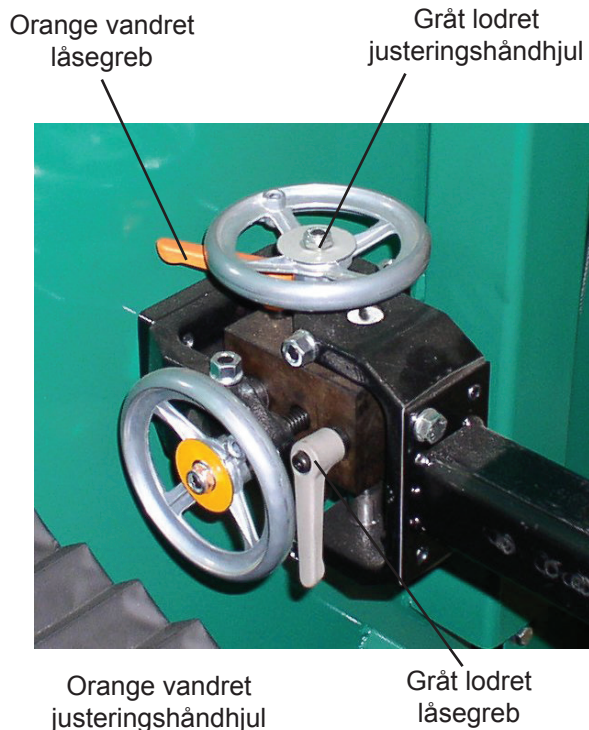
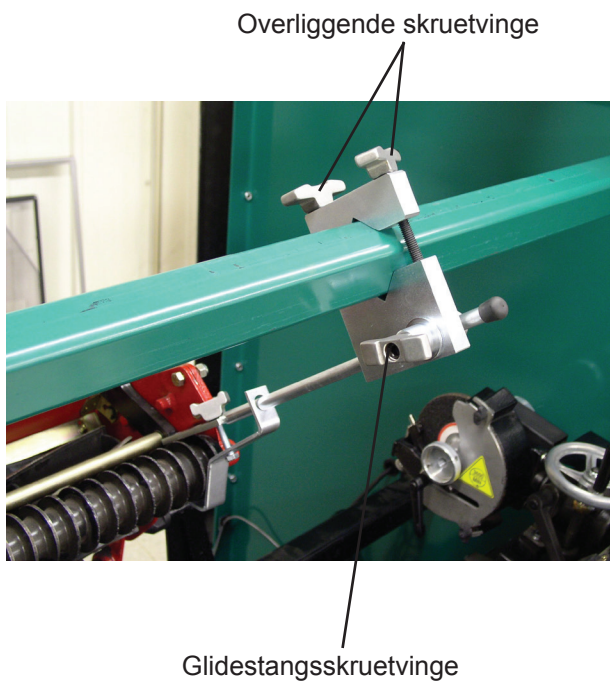

Fig. 54
Fig. 55
- H. Når den vandrette parallelitet er justeret inden for 0,076 mm (0,003") fra ende til ende, strammes det vandrette justeringslåsehåndtag. Se fig. 54 og begge justeringsgreb på den overliggende fastspændingsstang. Se fig. 55. Når grebet strammes, er det meget vigtigt, at indikatoren er placeret i den pågældende side af cylinderen, og at du holder øje med den, mens du strammer. Den må ikke flytte sig under stramningen. Kontrollér justeringen igen, når begge greb er strammet.
H. Når den vandrette parallelitet er justeret inden for 0,076 mm (0,003") fra ende til ende, strammes det orange vandrette justeringslåsegreb. Se fig. 54 og begge justeringsgreb på den overliggende fastspændingsstang. Se fig. 55. Når grebet strammes, er det meget vigtigt, at indikatoren er placeret i den pågældende side af cylinderen, og at du holder øje med den, mens du strammer. Den må ikke flytte sig under stramningen. Kontrollér justeringen igen, når begge greb er strammet.